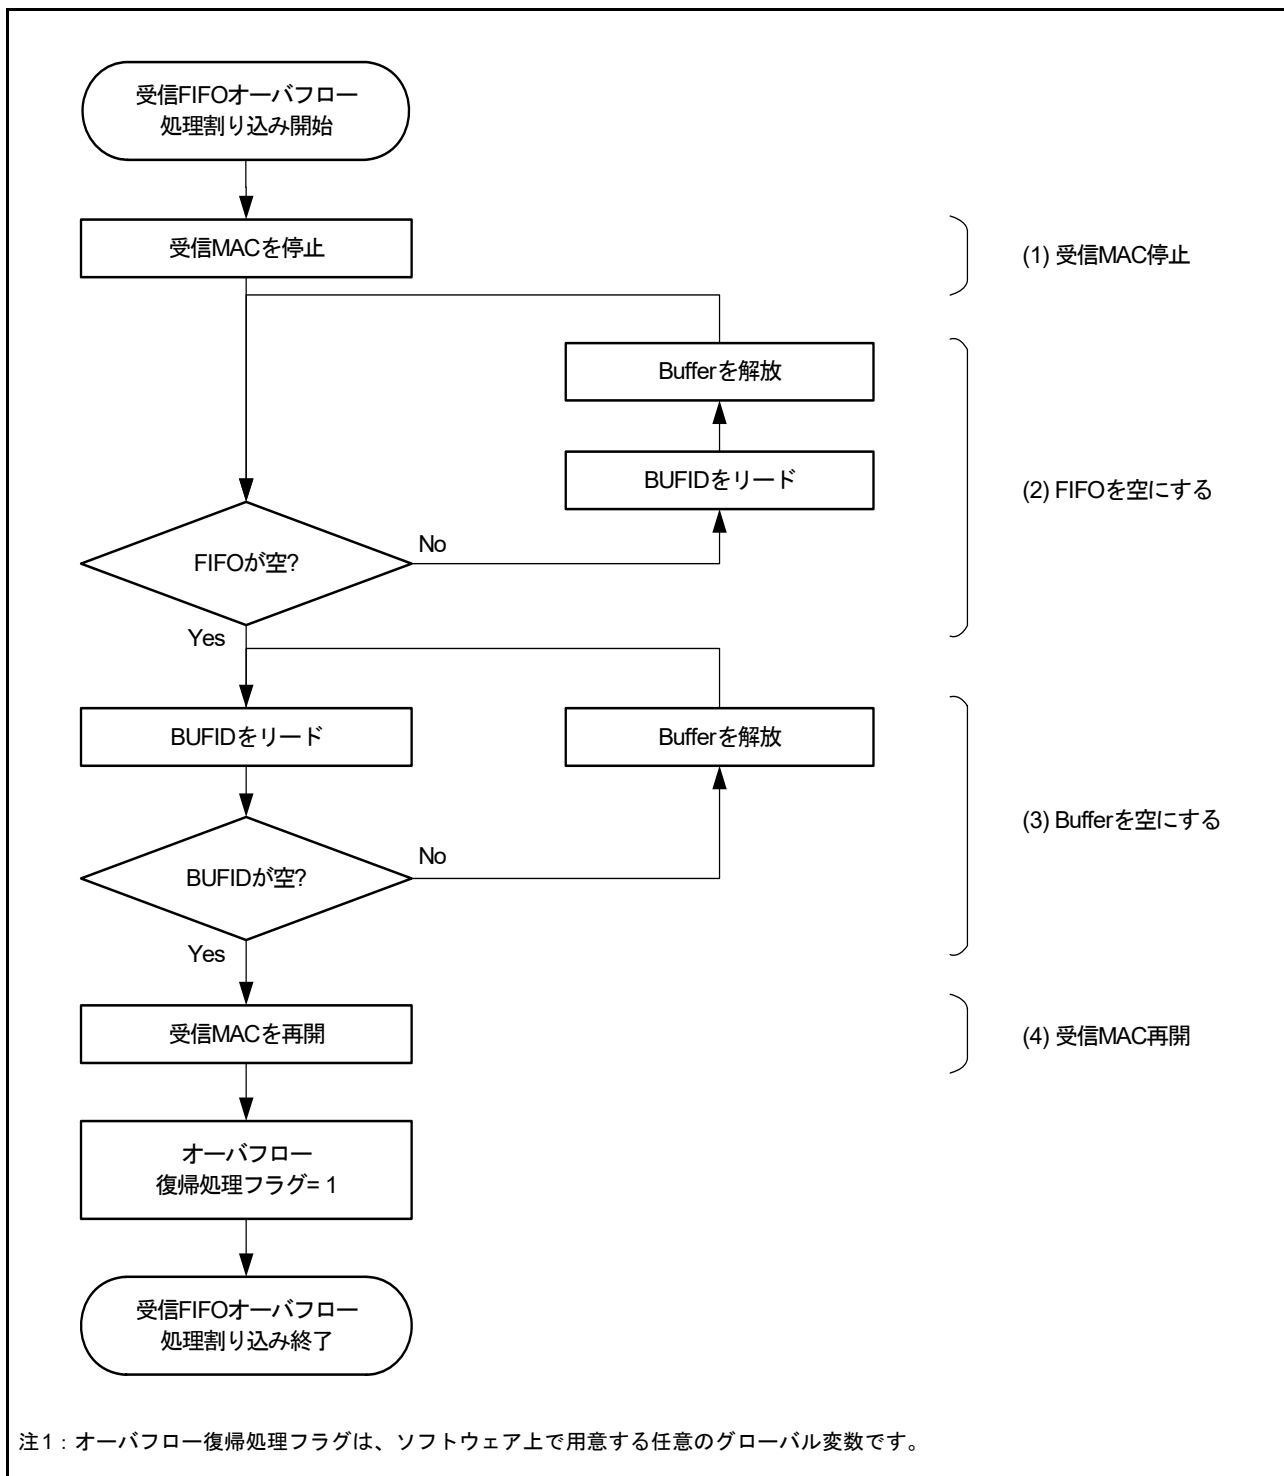

図 28.31 受信 FIFO オーバフロー割り込み処理例 (HW-RTOS を使用しない場合)
- 図 28.31 : 受信 FIFO オーバフロー割り込み処理例